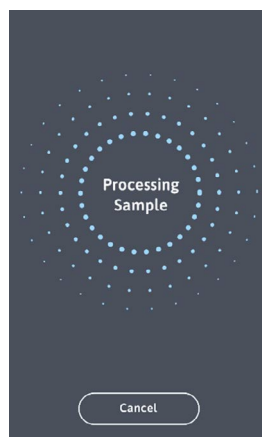

Figura 14
4. Tras confirmar que se ha mezclado la muestra, el tubo se inserta en el analizador y comienza el proceso de análisis (Figura 14).